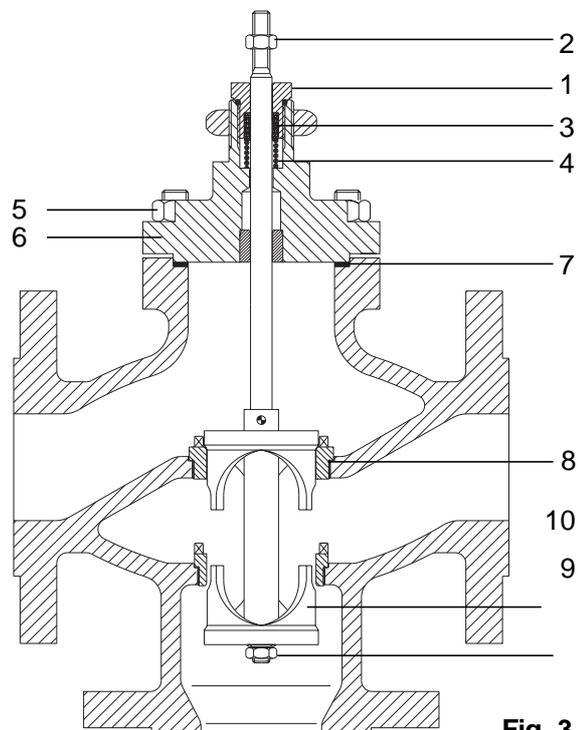

Fig. 3
1.2.2 Válvulas desviadoras (Fig. 3)